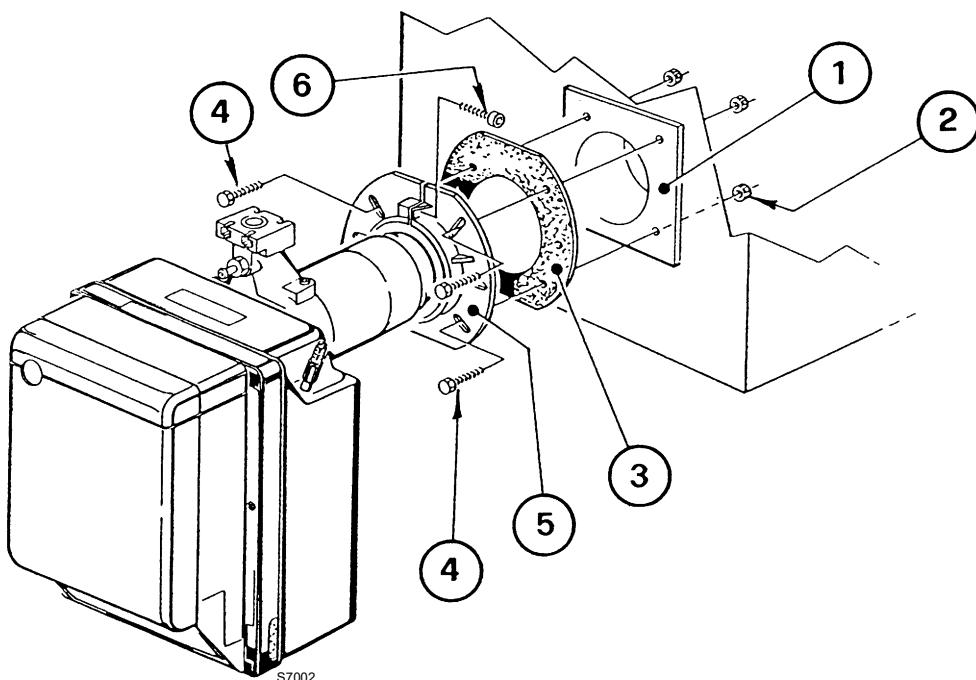

Fig. 11
- Fissare alla portina della caldaia 1)(Fig. 11) la flangia 5 interponendo lo schermo isolante 3 mediante le viti 4) e (se necessario) i dadi 2), ma tenendo allentata una delle due viti superiori 4).